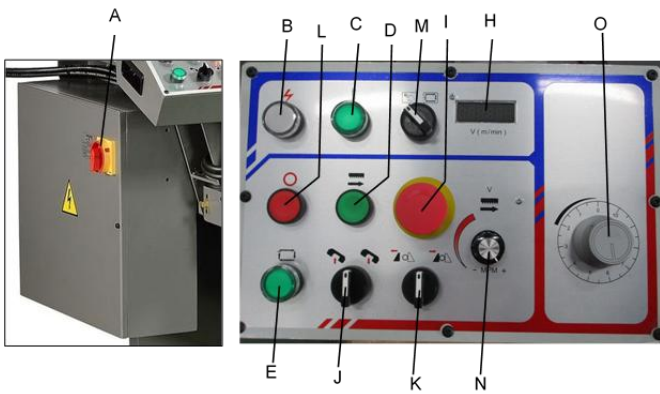
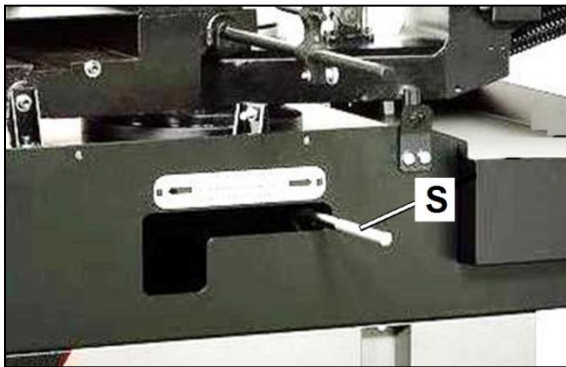

Abb. 7-1: Bedienelemente der Maschine
Abb. 8-1: Einstellungen für Gehrungsschnitte
- Verkantet sich das Sägeband beim Sägen im Werkstück oder wird es eingeklemmt, muss die Maschine mit dem Not-Aus-Schalter (I, Abb. 7-1) sofort abgeschaltet werden. Den Spannstock danach langsam und vorsichtig öffnen, das Werkstück herausnehmen und überprüfen, ob das Sägeband oder seine Zähne gebrochen oder beschädigt sind. Sind sie gebrochen oder beschädigt, das Sägeband durch ein neues ersetzen.
Den Knopf (N, Abb. 7-1) drehen, um die Bandgeschwindigkeit einzustellen.
Die Maschine an die Stromquelle anschließen. Den Hauptnetzschalter (A, Abb. 7-1) auf ON schalten. Die Netzkontrollleuchte (B) leuchtet auf.
1. Die Taste (C) drücken, um die Hydraulikpumpe zu starten.
1. Den Hauptnetzschalter (A, Abb. 7-1) einschalten.
2. Die Taste (C) drücken, um die Hydraulikpumpe zu starten.
3. Den manuellen Betrieb mit dem Schalter (M) wählen.
4. Den Schalter (J) verwenden, um den Sägebügel nach oben zu bewegen.
6. Den Hauptnetzschalter (A) ausschalten.
7. Durch Drehen des Feststellhebels (S, Abb. 8-1) nach links wird der Sägebügel gelöst.